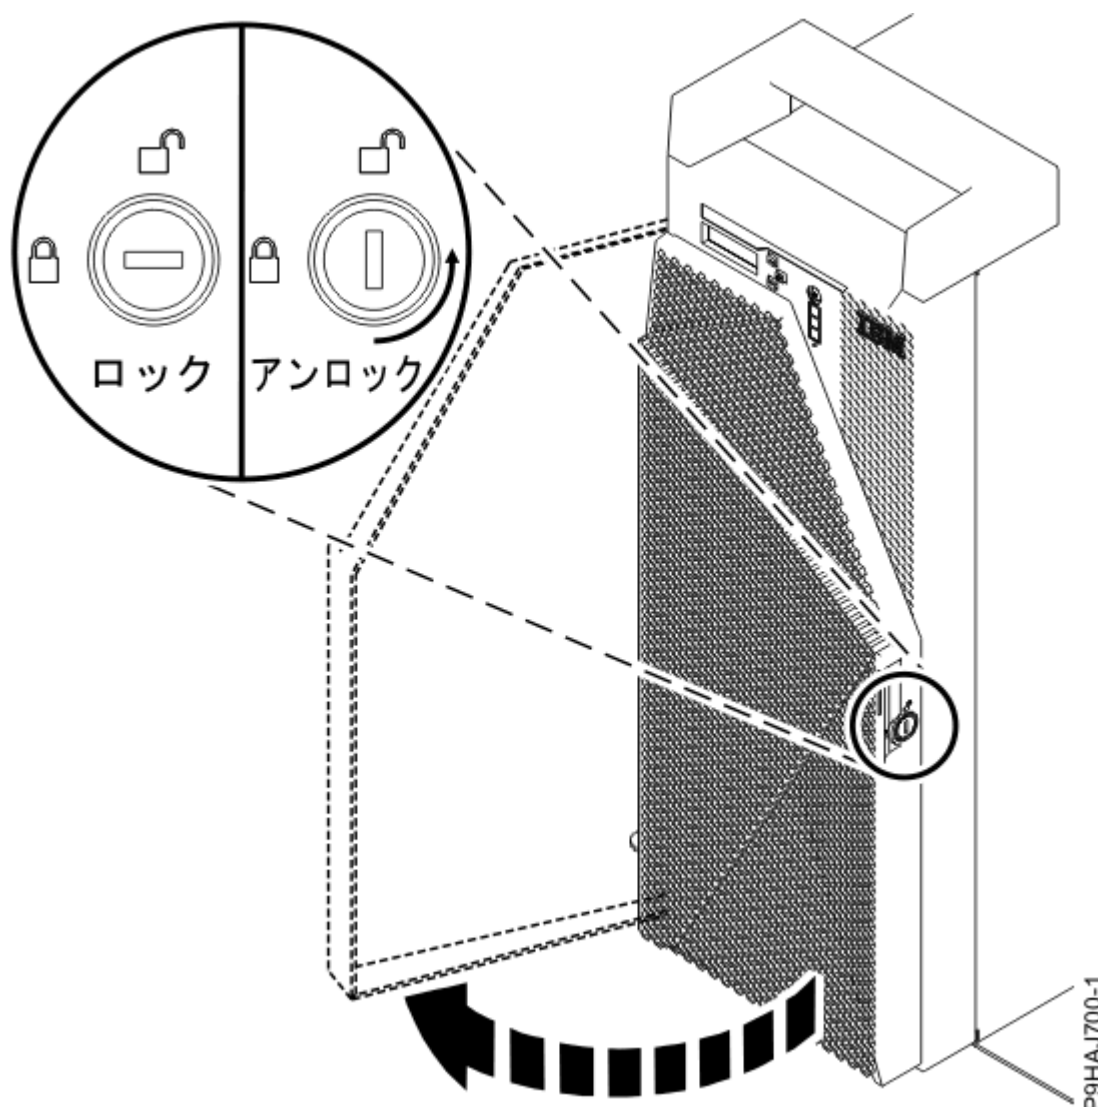

図 4. 前面ドアのアンロック
- a) 前面ドアの鍵をロックに差し込みます (6 ページの図 4 を参照)。鍵を左 (反時計方向) にひねって、ドアをアンロックします。水平方向がロック状態で、垂直方向がアンロック状態です。前面ドアを開きます。